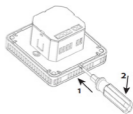

Bild. 1
2. Entfernen Sie die vordere Abdeckung wie gezeigt auf Bild. 1.